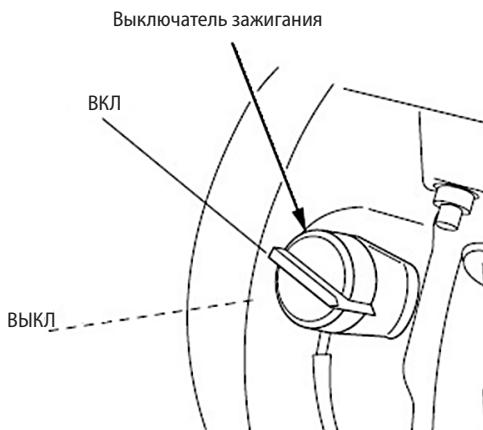

Рисунок 8
- Поставьте выключатель зажигания в положение ВКЛ» (рисунок 8).